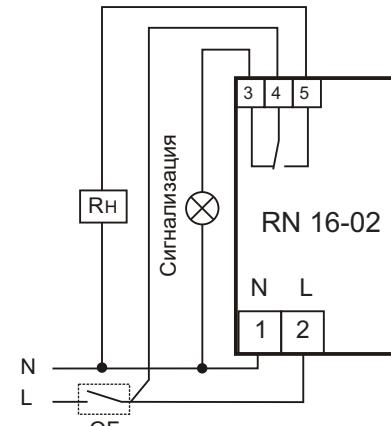

Рис. 2: схема подключения нагрузки мощностью до 2,2 кВт к устройству
7.2. Для использования изделия на нагрузку до 10А подключите нагрузку к изделию согласно рис.2. Для этого используйте одножильный или многожильный провод с двойной или усиленной изоляцией сечением, соответствующей мощности нагрузки. Заземленная нейтраль N подключается к контакту 1 изделия, нагрузке и сигнальному устройству (фонарь, звонок и т.д.). Фазное напряжение L может подаваться через расцепитель QF или напрямую и подключается к контактам 2 и 4 изделия. Кроме того, нагрузка подключается к контакту 5 изделия.